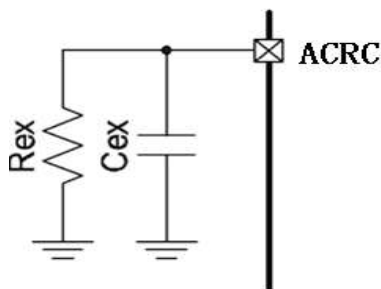

图8. ACF模式引脚ACRC的外接方式
*2:连接方式见下图8所示。
ACF模式下启动时间*1和释放时间*2可通过在ACRC端外接不同的电阻(R_{ex})和电容(C_{ex})值灵活地设置,连接方式见图8所示。